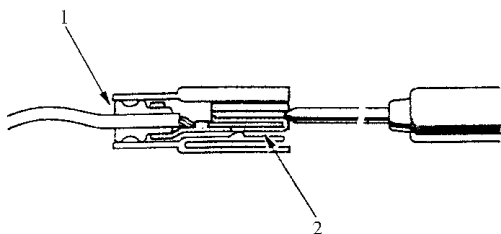

图 3-5 从端子侧检测端子
2) 如图 3-5 所示, 如果无法接触到插接器的导线侧, 或者导线侧已密封, 则断开插接器, 并从端子侧检测端子。请勿刺破导线上的绝缘层, 否则会导致电气连接不良或时断时通。